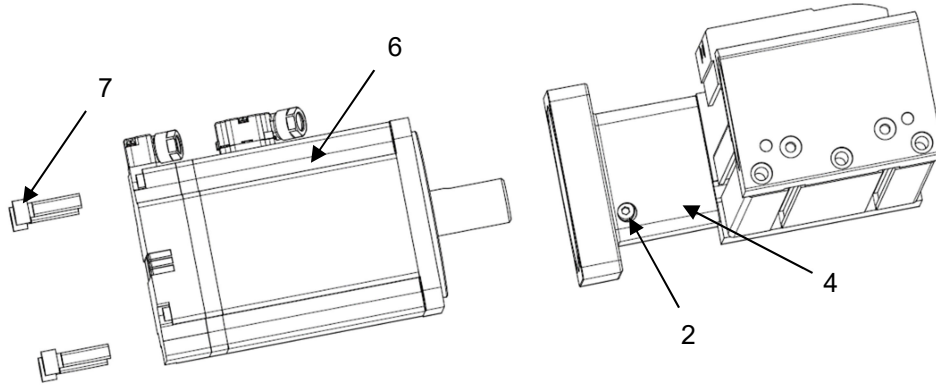

Рисунок 5 – Установка двигателя
- 3) Закрепите двигатель (поз. 6) при помощи винтов (поз. 7) (см. рисунок 5). Затяните винт муфты (поз. 2) через отверстие на корпусе монтажного комплекта (поз. 4). Момент затяжки винта муфты см. п. 1.4.2.3.